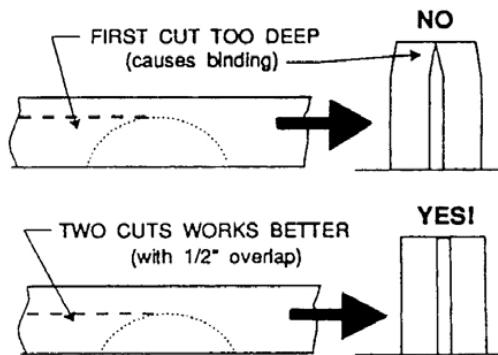

Рис. 32
- Не используйте упор для распила под углом 45 градусов и параллельный упор в одной и той же операции, если к параллельному упору не прикреплена накладка, чтобы позволить торцованной части заготовки прибывать в свободном перемещении, при торцевании следующей части (рис. 32).
Деление - операция пиления, в которой толстые доски распиливаются на несколько тонких. Узкие доски до 75мм могут быть распилены по высоте за один проход. Более толстые доски до 150мм должны быть распилены по высоте за два прохода с переворотом. В распиловке более толстых досок, установите высоту пильного диска, чтобы наложить на два пропила $1/2"$ высоту зуба, как показано на рис. 32. Слишком глубокий первый пропил может привести к зажиманию пильного диска и возможным травмам на втором